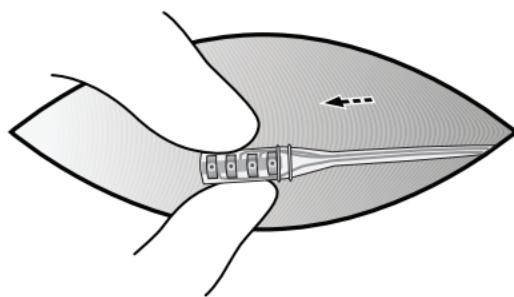

Figura 19. Estrazione dell'estensione percutanea e della guaina del connettore.
- 8.** Estrarre l'estensione percutanea e la guaina del connettore attraverso l'incisione ed eliminare la guaina (Figura 19).